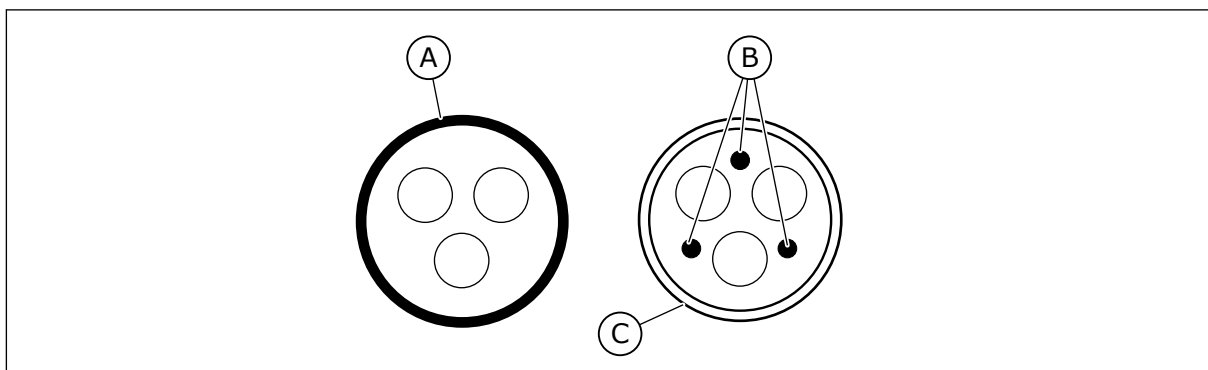

Fig. 36: Cavi con conduttori PE
2. Un cavo di alimentazione simmetrico con filo di protezione concentrico. Un cavo per la tensione della rete elettrica specifica. Si consiglia un cavo MCMK. Vedere Fig. 36.
3. Un cavo di alimentazione simmetrico con schermatura compatta a bassa impedenza. Un cavo per la tensione della rete elettrica specifica. Si consiglia un cavo MCCMK o EMCMK. Si consiglia un cavo con impedenza di trasferimento (1 - 30 MHz) di massimo 100 mΩ/m. Vedere Fig. 36. * = Per il livello EMC C2, è necessaria una messa a terra a 360° della schermatura con le tenute cavo lato motore.